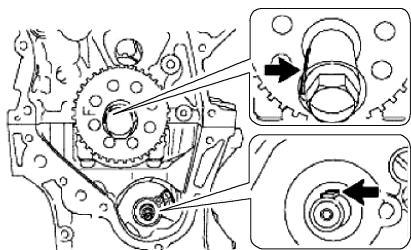

图 1-277 安装曲轴带轮
- ① 暂时安装曲轴带轮螺栓。
② 逆时针转动曲轴以将正时齿轮键置于 9 点钟方向。
③ 转动驱动轴以使切口朝向 12 点钟方向，见图 1-277。